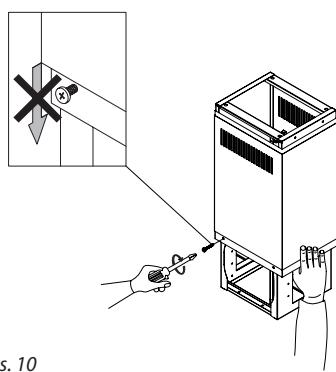

Rys. 8
6. Po zamontowaniu okapu, należy umieścić elastyczną rurkę wylotową (rys. 8) na otworze wylotowym. W razie potrzeby należy użyć redukcji o średnicy (150/120 mm). Następnie włożyć drugą część elastycznej rury do przygotowanego otworu w suficie.